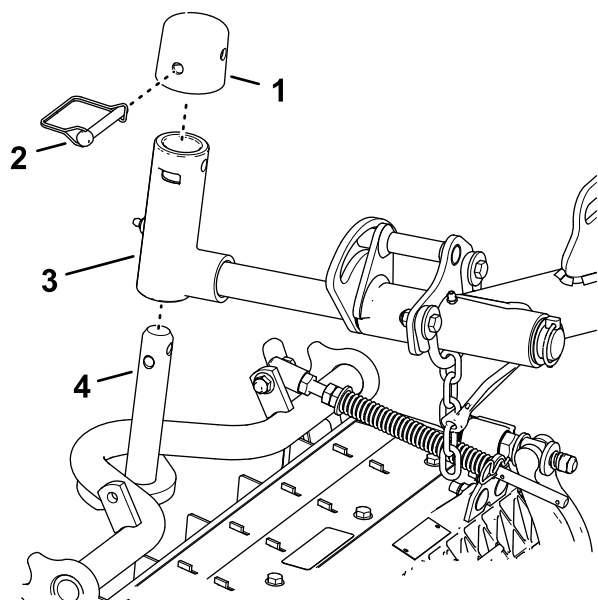

Figura 16
- Deslice una unidad de corte debajo del brazo de elevación (Figura 16).